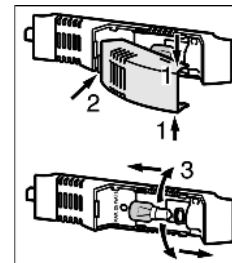

Fig. 11
- ▶ Kryt světla uchopte nahoře a dole *Fig. 11 (1)*.
- ▶ Kryt světla vzadu uvolněte ze západek a vysadte *Fig. 11 (2)*.
- ▶ Vyměňte žárovku *Fig. 11 (3)*.